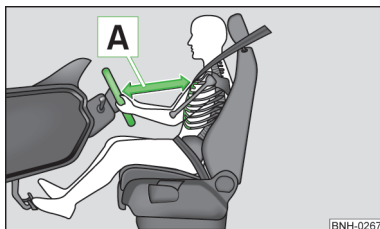

Fig. 87
- Reglați volanul în așa fel, încât distanța dintre volan și torace să fie de cel puțin 25 cm **A** » fig. 87. Dacă nu se respectă această distanță, sistemul airbag nu își poate exercita eficiența maximă – Pericol!